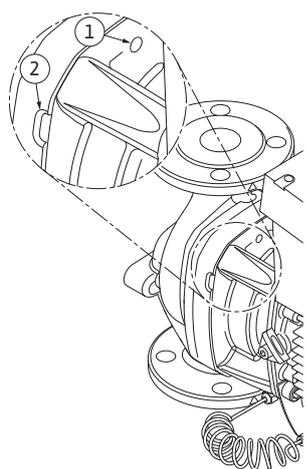

Fig. 51: Gevindhoringer og kærve til at fjerne indstikssættet fra pumpehuset
13. Fjern indstikssættet (se fig. 13) fra pumpehuset. I den forbindelse anbefales det at anvende to gevindhoringer (fig. 51, pos. 1), særligt for at løsne det. Skru egnede skrue i gevindhoringerne for at løsne. Er indstikssættet letgående kan der for at fjerne det desuden anvendes kærve (fig. 51, pos. 2) mellem pumpehuset og lanternen (indsæt f.eks. to skruetrækkere og brug dem som løfte-stang). Efter ca. 15 mm føres indstikssættet ikke længere i pumpehuset.